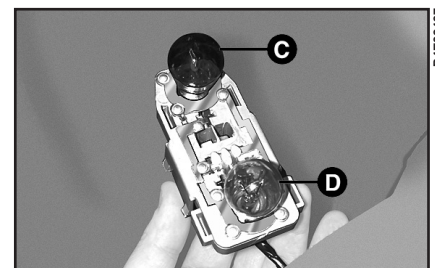

рис. 20
3) Чтобы извлечь лампу, слегка надавите на нее и поверните против часовой стрелки (рис. 20).
В заднем фонаре имеются лампы следующих типов (рис. 20):